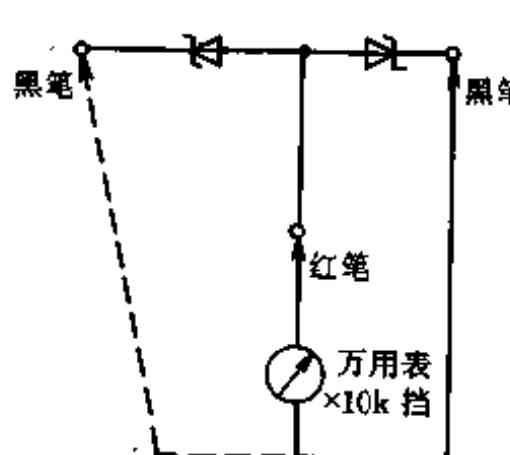
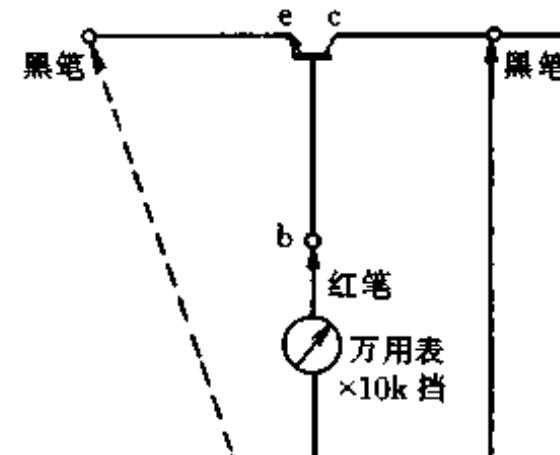

图 115
图 116
分别用万用表测出三极管的基极和三引线稳压管的③端。若再按图115用“ $\times 10k$ ”挡的红笔接③，黑笔分别接①、②测两次电阻，若这两次电阻都很小且大致相等，说明此管为稳压管。若按图116“ $\times 10k$ ”挡红笔接基极，黑笔接c、e极分别测两次电阻，则这两次电阻相差较大，说明此管为三极管。当然，对PNP型管红黑笔应颠倒位置如图116所示。